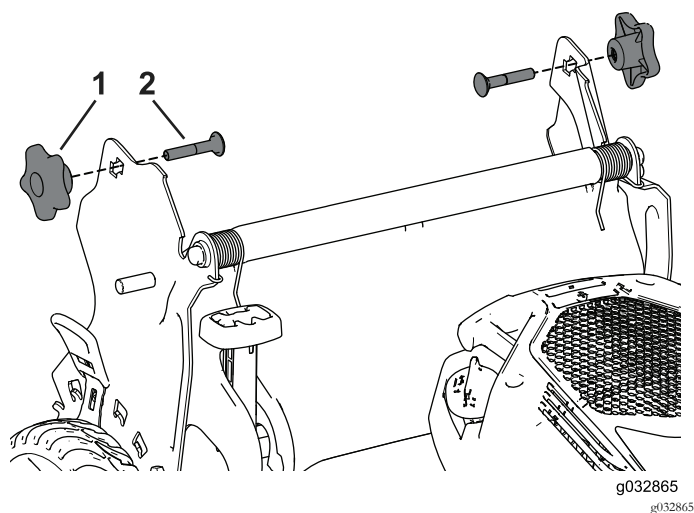

Figure 6
2. Retirez les 2 boutons de guidon et les 2 boulons de carrosserie du support de guidon (Figure 6) et conservez-les.